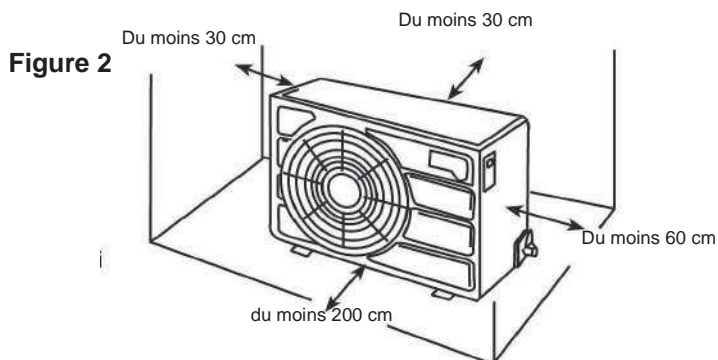

Figure 2
- Pour assurer une bonne ventilation de l'unité, veuillez respecter les distances indiquées à la Figure 2.